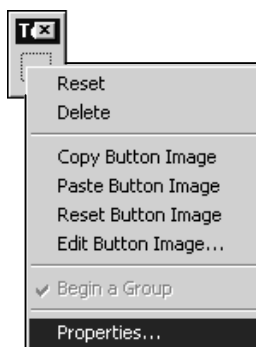
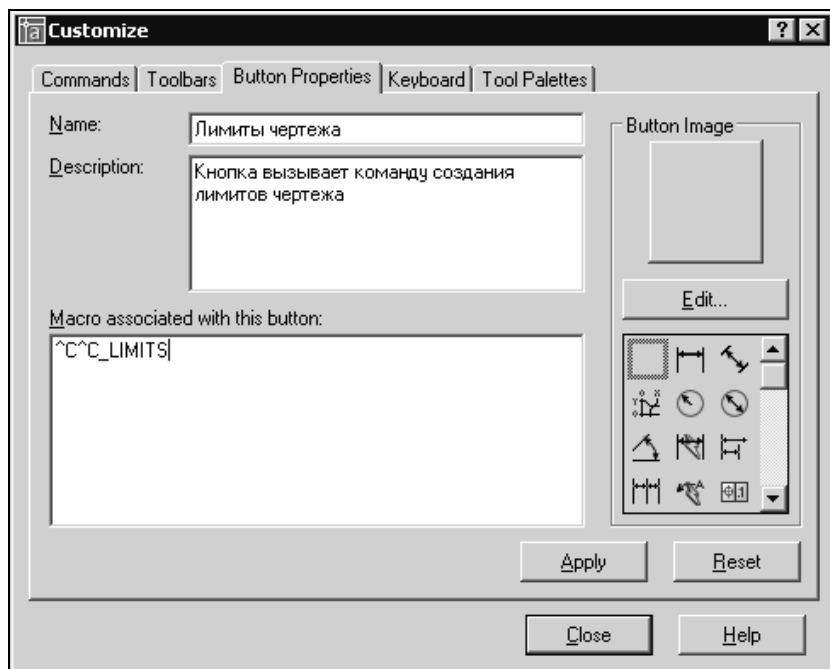

Рис. 4.9. Контекстное меню для настройки пользовательской кнопки
Рис. 4.10. Диалоговое окно **Customize**
7. При открытом диалоговом окне **Customize** (Адаптация) щелкните правой кнопкой мыши на пользовательской кнопке, перенесенной на панель инструментов. Появится контекстное меню (рис. 4.9), в котором выберите строку **Properties** (Свойства). Появится диалоговое окно **Customize** (Адаптация) на вкладке **Button Properties** (Свойства кнопки) (рис. 4.10).
8. В поле **Name** (Имя) введите имя кнопки, которое будет появляться во всплывающей подсказке. На рис. 4.10 все поля заполнены для команды задания лимитов чертежа.